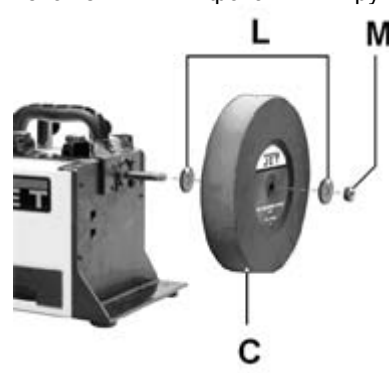

Рис. 10
Перед установкой осмотрите шлифовальный круг на предмет дефектов (например, трещин). Не используйте дефектные круги. Установите новый шлифовальный круг (C, см. Рис.10, арт.: 708042). Установите шайбы (L) по обе стороны шлифовального круга и затяните гайку (M).